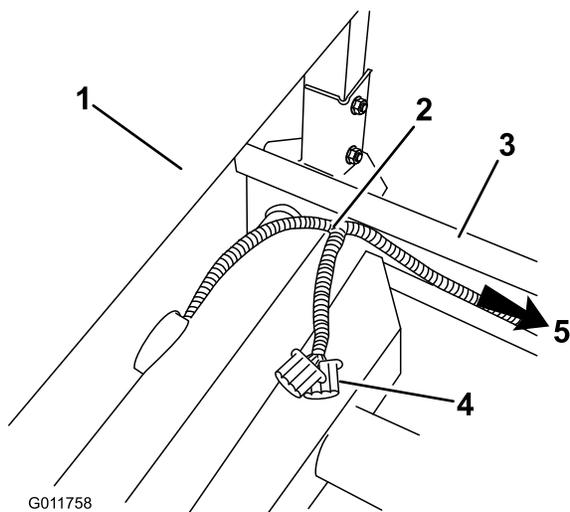

Figura 13
14. Arrivati alla copertura del ROPS, dietro il sedile, fate passare il cablaggio preassemblato da sotto il sedile fin sopra il telaio. Assicuratevi che il connettore di alimentazione dell'irroratrice non si trovi sotto il veicolo (Figura 13).